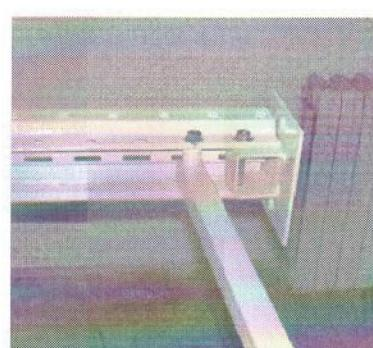

Рис.3
1.3. Установите нижнюю поперечину. Возьмите один из двух коротких кусков с-образного катаного профиля с круглыми отверстиями (это и есть поперечина) и втулку, совместите отверстие в одном конце поперечины с отверстиями во втулке и со вторым снизу отверстием диаметром 9мм в стойке. Конец поперечины и втулка должны при этом располагаться внутри профиля стойки (рис.3). Проденьте болт M8x65 через совпавшие отверстия и наживите шайбу с гайкой.